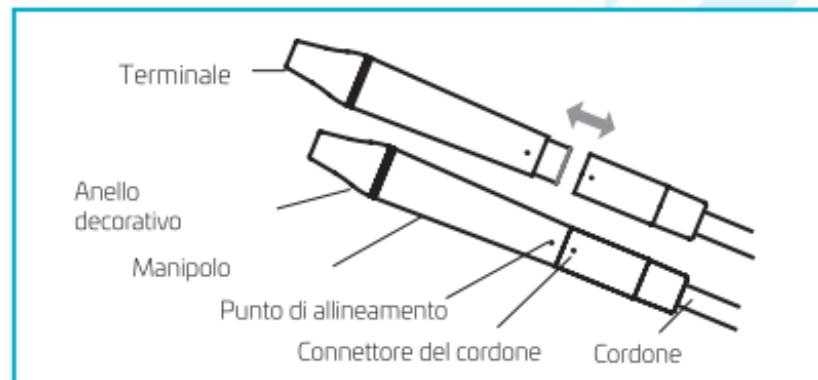

Figura 1
- Assicurarsi che il manipolo sia fissato al cordone correttamente (**Figura 1**).